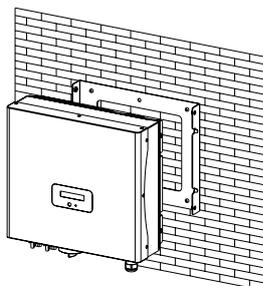

Figura 3
- D) Fissare il telaio di montaggio come indicato nella figura 3. Non avvitare eccessivamente le viti, ma lasciarle sporgere di 2-4 mm.
- Inserire le viti di sicurezza alla traversa inferiore per fissare l'inverter (Figura 3).